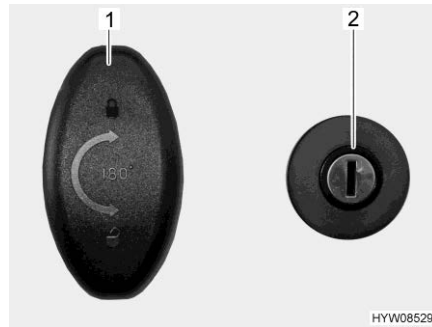

Fig. 55 Serratura della porta (porta del garage)
- Inserire la chiave nel cilindro della serratura (Fig. 55,2) e ruotare in senso orario. La chiusura centralizzata è sbloccata.
- Girare la maniglia della serratura (Fig. 55,1) in senso antiorario di un mezzo giro e aprire la porta del garage.
- Girare la maniglia della serratura (Fig. 55,1) in senso antiorario di un mezzo giro.
- Inserire la chiave nel cilindro della serratura (Fig. 55,2) e ruotare in senso antiorario. La chiusura centralizzata è bloccata.